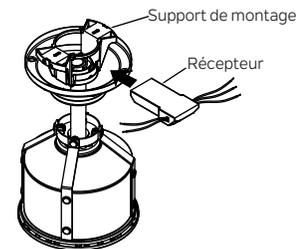

Fig. 12
Étape 2. Insérer le câble de sécurité à travers le support de montage et l'un des trous dans la boîte à prises dans le plafond. Ajustez la longueur du câble de sécurité pour atteindre la vis et les rondelles en tirant l'excès de câble à travers le serre-câble jusqu'à ce que la longueur totale soit correcte. Placez l'embout du câble à travers le serre-câble en formant une boucle à l'extrémité du câble. Bien serrer le serre-câble. Mettre maintenant la boucle à l'extrémité du câble de sécurité au-dessus de la vis à bois et sous la rondelle. Bien serrer la vis à bois. (Fig. 12)
Étape 1. Insérer le récepteur dans le support de montage et maintenez à plat par opposition au plafond. (Fig. 12)